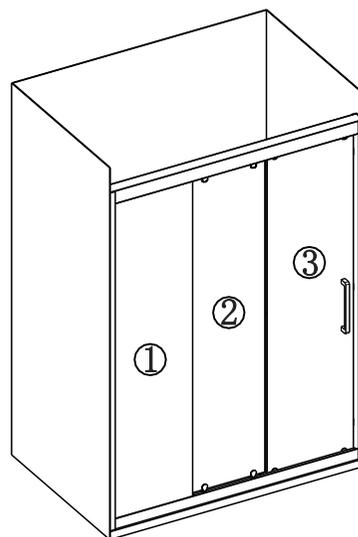

图6
6. 安装玻璃，如图6所示依次按顺序安装玻璃，安装方式如图6-1、6-2、6-3、6-4所示。把玻璃安装在滑轮上，转动偏心件调节活动平玻璃垂直后，紧固活动玻璃，然后装上防撞块和拉手，试着推拉活动玻璃，如有不顺畅现象则调节至顺畅，最后在需要位置上打上玻璃胶及安装完毕。